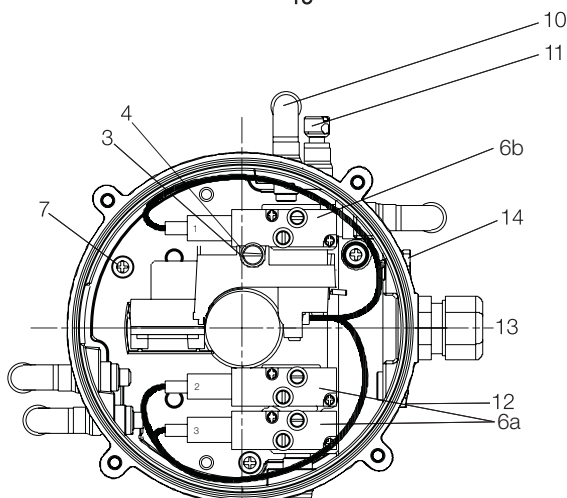

Fig. 1. Desenho básico, ThinkTop.
- Ventilação Gore com adaptador (Fig. 1 posição básica do design 14) para ThinkTop antes de novembro de 2006; 9613-4315-01.